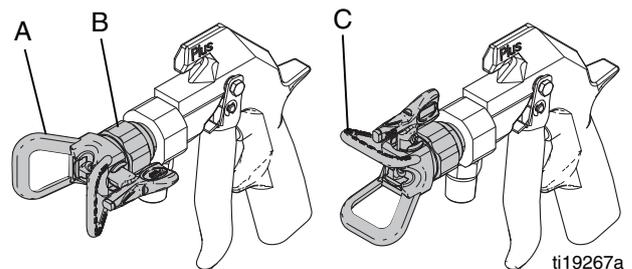

FIG. 3
1. Para ajustar la dirección del abanico de pulverización, libere la presión. Afloje la tuerca de retención (B) del protector de la boquilla. Gire el protector de boquilla según sea necesario para lograr un patrón de pulverización horizontal o vertical. Consulte la FIG. 3. Apriete la tuerca.